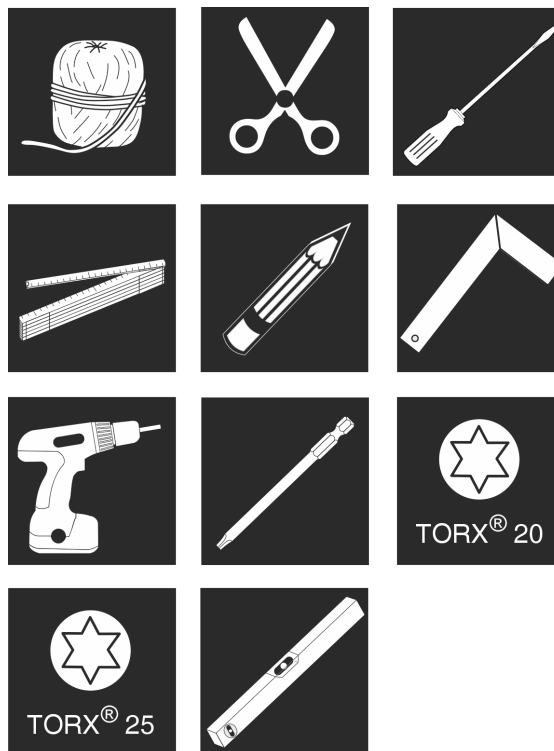

Fig. 9
1. Pregătiți sculele. Fig. 9 ()